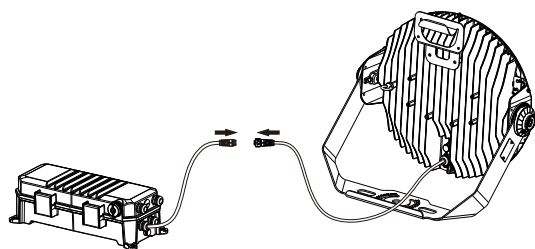

Fig. 22
- 1.2 Débranchez le cordon de sortie allant du boîtier pilote à la tête du luminaire en tournant et en déconnectant (Fig. 22).
- 2.2 Débranchez le cordon de sortie allant du boîtier pilote à la tête du luminaire en tournant et en déconnectant (Fig. 22).